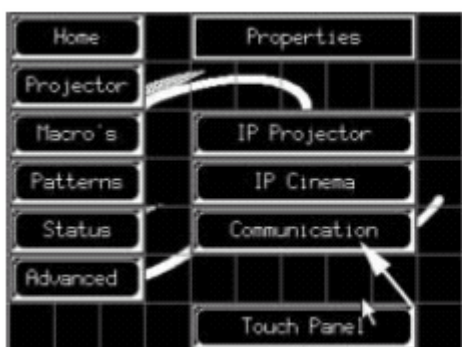

图10-23 选中通讯特性
1. 按 “ Communication ” （ 通讯 ） 按钮。（ 图 10-23 ）